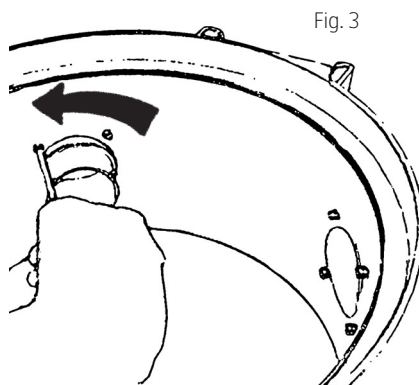

Fig. 3
1. Løsn sugerørsfatningen ved at skru de fire Torx-skruer af med en Torx T20-skruetrækker eller en almindelig skruetrækker, fig. 3.